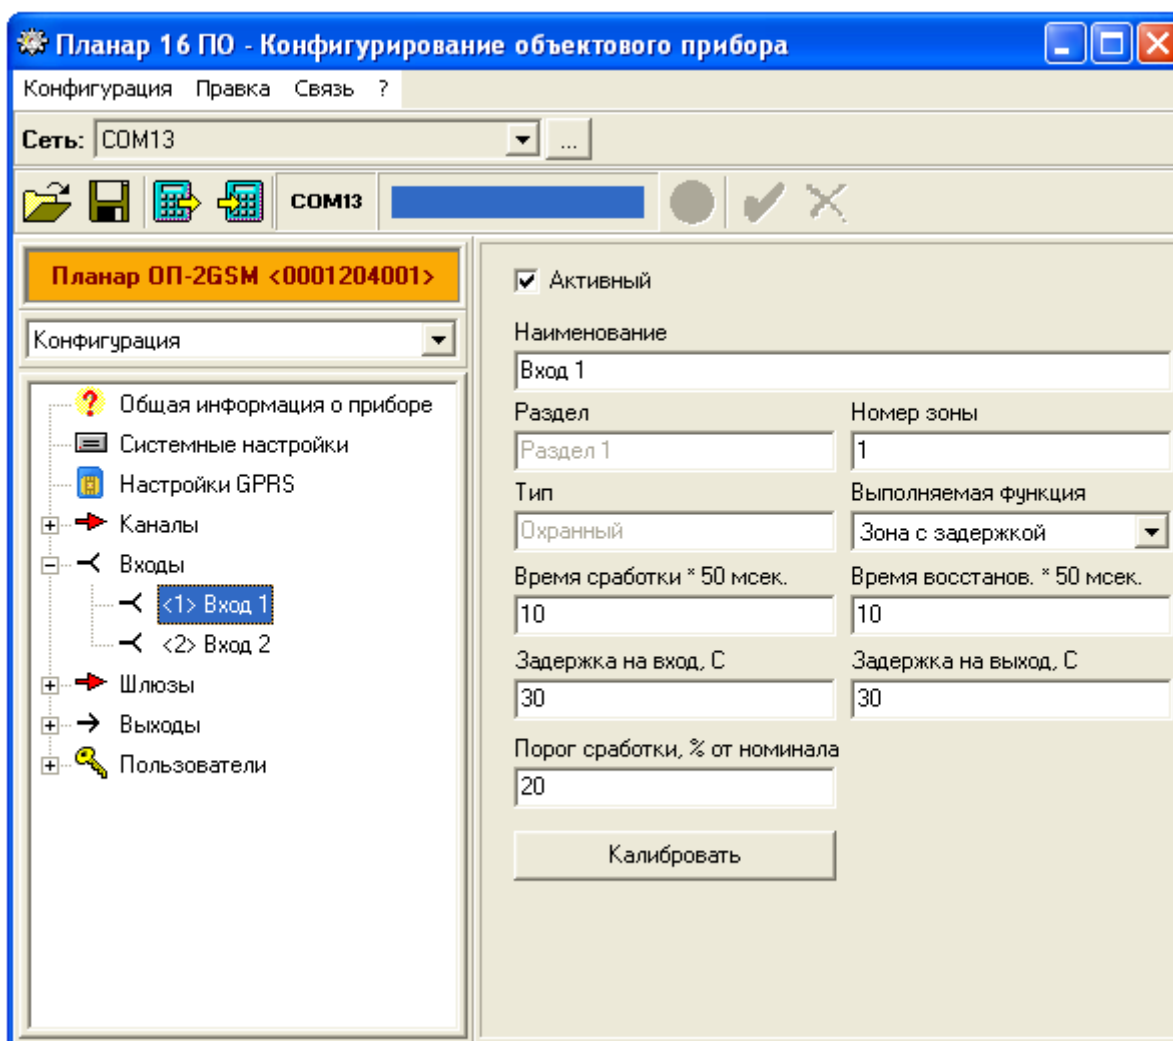

Рис. 9 Типовое окно редактирования охранного входа прибора
12.2.3.1.2. Начальные установки входов для объектового прибора «Планар ОП-2 GSM» приведены в таблице 12.2. Окно программы конфигурирования объектового прибора при типовом описании входов показано на Рис. 9.